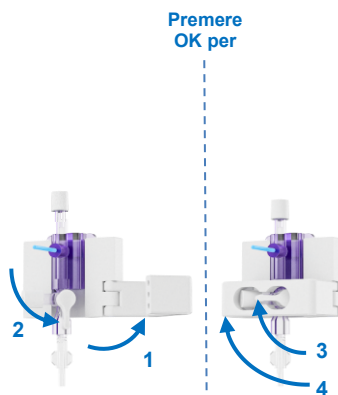

Figura 25 Azzeramento del sensore di pressione
- Verificare che non si siano accumulate bolle d'aria a livello del sensore di flusso. Aprire la clip di alluminio per sbloccare il coperchio (Figura 25). Aprire il coperchio e controllare che non vi siano bolle d'aria. Rimuovere le eventuali bolle d'aria manipolando il tubo. Premere il coperchio per chiudere il sensore.
- Aprire la staffa del supporto del sensore di pressione per accedere alla valvola del sensore di pressione (Figura 25; passaggio 1). Come indicato sul display (vedere di seguito), girare la valvola del sensore di pressione verso il basso per aprire il sensore e misurare la pressione atmosferica (Figura 25; passaggio 2).
- Riportare la valvola del sensore di pressione in posizione orizzontale (Figura 25; passaggio 3) e chiudere la staffa del supporto del sensore di pressione per proteggere la valvola dall'apertura involontaria (Figura 25; passaggio 4). Premere OK sull'unità pompa per continuare.
- Se il Liver Assist non è in grado di determinare se il sensore di pressione è collegato correttamente al circuito di perfusione, controllare se la valvola del sensore di pressione è in posizione orizzontale (Figura 25, passaggio 3). Se la valvola del sensore di pressione è in posizione orizzontale, premere OK.